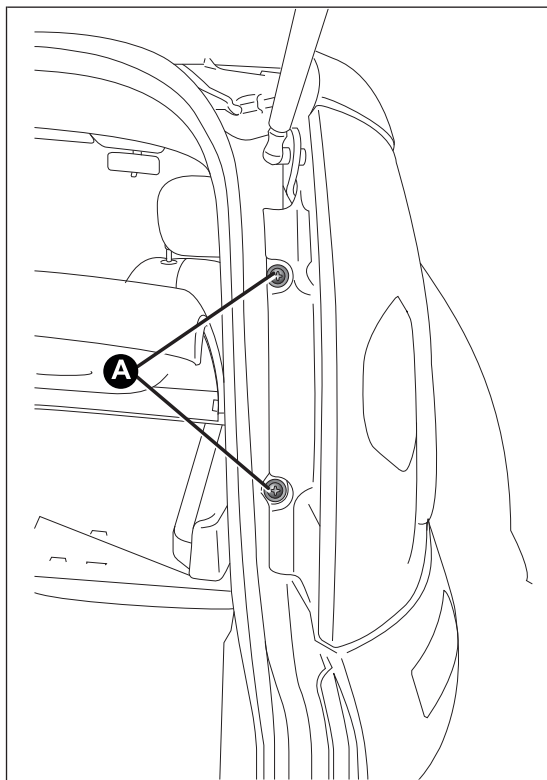

fig. 121
- svitare le due viti A fig. 121 dalle rispettive sedi, tirare delicatamente verso di sé il fanale completo fino al totale disimpegno delle due mollette di aggancio (sono fissate a scorrimento D fig. 121) e sganciare il connettore;